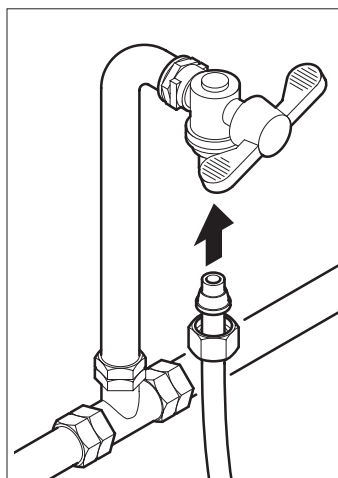

Fig. 6.5
- Collegare il rubinetto al distributore, utilizzando per lo scopo del tubo in nylon idoneo per alimenti ed adatto a sopportare la pressione di rete. Nel caso si utilizzi del tubo flessibile è necessario montare al suo interno la bussola di rinforzo data in corredo (Fig.6.5).